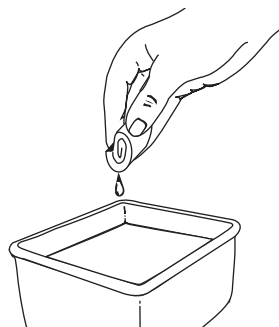

Fig. 28
3. Lave el filtro con agua y detergente (Fig. 28). Enjuague bien el filtro y déjelo secar.